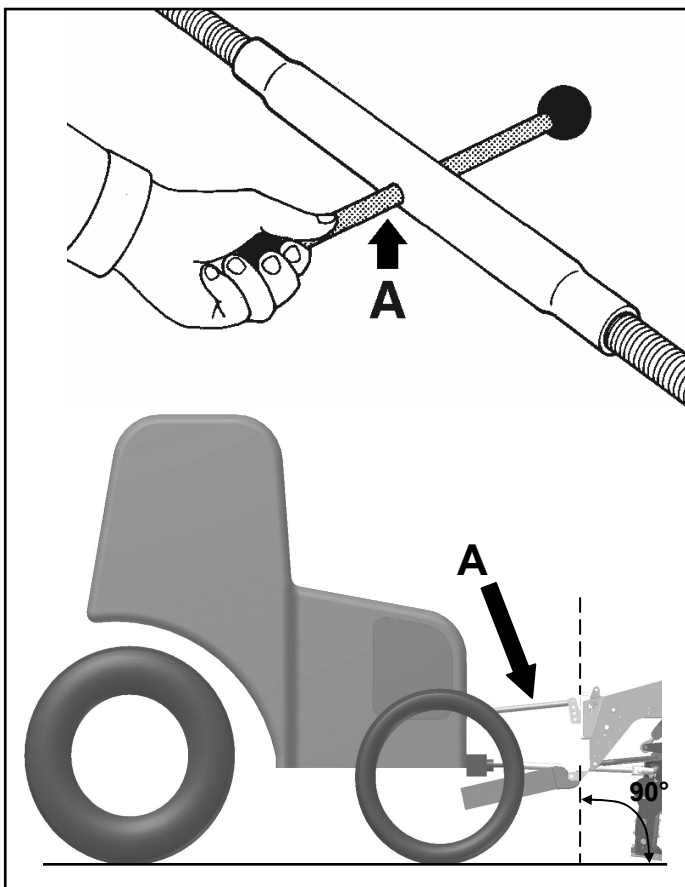

fig.12
NOTA BENE: regolare la velocità di discesa della macchina agendo sul pomello **A** fig.11. Agire poi sui bracci del trattore per far combaciare gli indicatori **C** e **D** (fig.10) e agire sul terzo punto (**A** fig.12) per portare a 90° l'attacco Accord rispetto al piano di terra, ottenendo così la posizione di taglio ottimale. In questa condizione il peso a terra della macchina è di circa 280 kg distribuiti uniformemente.
N.B. Regulate the descent speed of the machine by using the handle **A** fig.11. Then use the arms of the tractor to line up the indicators **C** and **D** (fig.10) and use the third point (**A** fig.12) to move the Accord attachment to 90° to the ground level, thereby obtaining the optimal cutting position. In this condition, the ground weight of the machine is approximately 280 kg uniformly distributed.
NOTA: régler la vitesse de descente de la machine en agissant sur le bouton **A** fig.11. Agir ensuite sur les bras du tracteur pour faire joindre les indicateurs **C** et **D** (fig.10) et agir sur le troisième point (**A** fig.12) pour porter à 90° l'attache Accord par rapport au plan du sol, en obtenant ainsi la position de coupe optimale. Dans cette condition, le poids à terre de la machine est d'environ 280 kg distribués uniformément.
NOTA: regular la velocidad de bajada de la máquina con el pomo **A** fig.11. Ajustar los brazos del tractor para que coincidan los indicadores **C** y **D** (fig.10) y mover el tercer punto (**A** fig.12) para poner en 90° la unión Accord respecto al suelo, obteniendo así la posición de corte óptima. En esta condición el peso en tierra de la máquina es de unos 280 kg distribuidos de manera uniforme.
HINWEIS: Die Absenkungsgeschwindigkeit des Gerätes am Stellknopf **A** Abb.11 einstellen. Daraufhin die Arme des Traktors ansteuern, damit diese mit den Markierungen **C** und **D** (Abb.10) übereinstimmen und schließlich den dritten Punkt (**A** Abb.12) betätigen um den Accord-Anschluss auf 90° zum Boden auszurichten, damit eine optimale Schneidstellung erzielt wird. In diesem Zustand beträgt das gleichmäßig verteilte Bodengewicht des Gerätes etwa 280 kg.
Si ottiene agendo sul braccio 3° punto **A** (fig.12) che modifica l'inclinazione della barra falciante. In presenza di terreni accidentati e sassosi, è conveniente lavorare con altezza di taglio adeguata (dischi paralleli al terreno) per evitare danneggiamenti ai dischi e ai coltelli. Per terreni normali, senza la presenza di sassi, regolare l'altezza di taglio tra i 25 e i 50 mm da terra.
By using the 3rd arm, point **A** is achieved (fig.12), which changes the inclination of the mowing bar. If the ground is uneven or pebbly, it is suitable to work with adequate cutting height (disks parallel to the ground) to avoid any damage to the disks and knives. On normal ground, without any stones, regulate the cutting height between 25 and 50 mm from the ground.
On obtient en agissant sur le bras 3° point **A** (fig.12) qui modifie l'inclinaison de la barre faucheuse. En présence de terrain accidenté et caillouteux, il vaut mieux travailler avec une hauteur de coupe adéquate (disque parallèle au terrain) pour éviter des dégâts aux disques et aux couteaux. Sur terrains normaux sans cailloux, régler la hauteur de coupe entre 25 et 50 mm du sol.
Se obtiene con el brazo 3° punto **A** (fig.12) que modifica la inclinación de la barra de siega. Si los terrenos son accidentados y pedregosos, es conveniente trabajar con altura de corte adecuada (discos paralelos al terreno) para evitar daños a los discos y a las cuchillas. Para terrenos normales, sin la presencia de piedras, regular la altura de corte entre 25 y 50 mm medidos desde el suelo.
Dazu am 3. Punkt **A** (Abb.12) des Armes die Neigung des Mähbalkens verstellen. Auf unebenem oder steinigem Boden sollte stets bei angemessener Schneidhöhe gearbeitet werden (Scheiben stehen parallel zum Boden), um Beschädigungen der Scheiben und Messer zu vermeiden. Bei normalem d.h. steinlosem Boden ist die Schneidhöhe auf einen Wert zwischen 25 und 50 mm vom Boden einzustellen.
- To access the bar, disks and knives or to check the rollers, you need to lift up the upper protection **B** (fig.12/a page 20) inserting a screwdriver into **C** and hooking the safety rod **D**.
- Pour accéder à la barre, aux disques et aux couteaux ou pour vérifier les rouleaux, il faut soulever la protection supérieure **B** (fig.12/a page 20) en introduisant un tournevis dans le **C** et en accrochant la tige de sécurité **D**.
- Para poder acceder a la barra, a los discos y a las cuchillas y también para controlar los rodillos hay que levantar la protección superior **B** (fig.12/a pág.20) utilizando un destornillador en **C** y colocando la varilla de seguridad **D** en el enganche.
- Für den Zugriff auf den Mähbalken, die Schieben und die Messer bzw. zur Prüfung der Rollen ist die obere Schutzabdeckung **B** (Abb.12/a Seite 20) anzuheben. Dazu einen Schraubenzieher in **C** stecken und die Sicherheitsstange **D** einhaken.